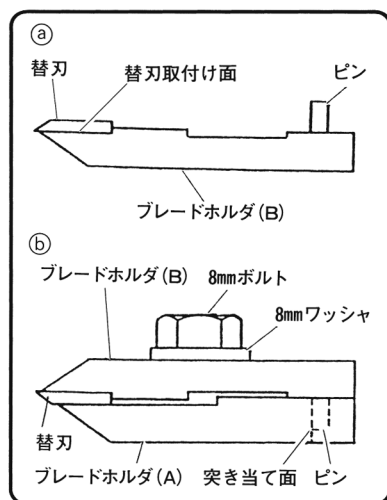

図 24
(2) 替刃仕様品の場合
① ブレードホルダ(A)，(B)の替刃取付け面のゴミなどを布類でよくふき取ります。
② 替刃を図24の①のようにブレードホルダ(B)に合わせます。替刃はブレードホルダ(B)のマグネットにより落ちないようにになっています。
③ ブレードホルダ(B)を図24の②のように裏返してブレードホルダ(A)の突き当て面にピンを突き当て，ワッシャ，8mmボルトで固定します。8mmボルトは付属の13mmボックススパナで締付けます。